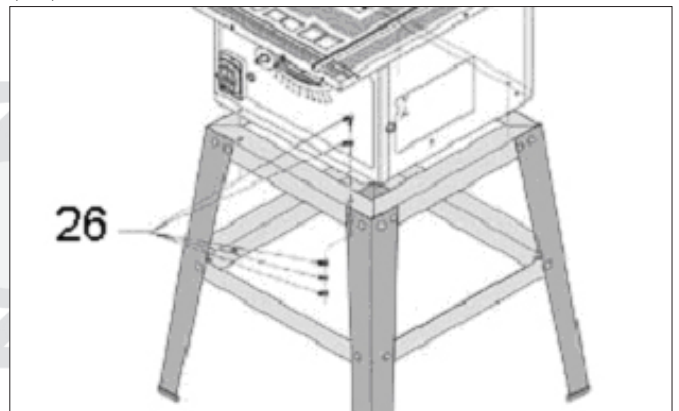

Abbildung 5
Bringen Sie die Tischkreissäge auf dem Gestell an, sodass die Schraublöcher übereinander liegen, und schrauben Sie sie wie in Abbildung 5 gezeigt mit Schrauben, Unterlegscheiben und Muttern (26) zusammen.